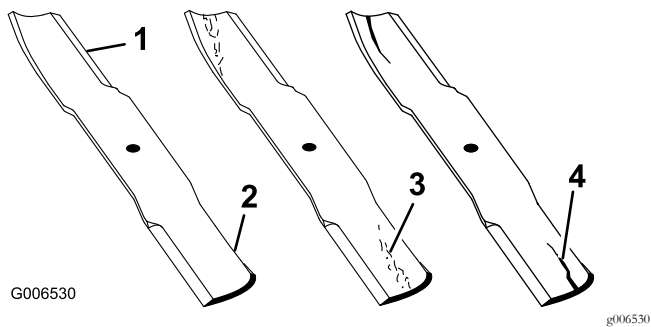

Figura 54
1. Inspeccione as extremidades de corte (Figura 54).
4. Se verificar quaisquer fissuras, desgaste, ou a formação de ranhuras nesta área instale imediatamente uma lâmina nova (Figura 54).